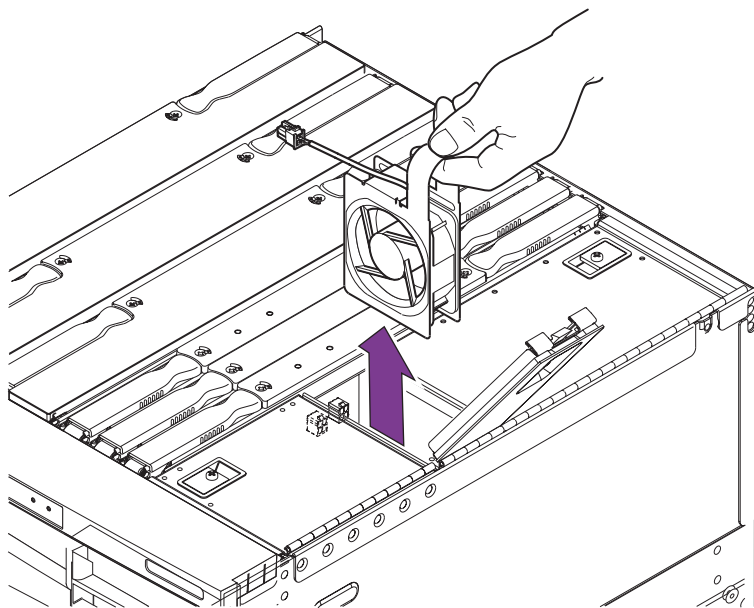

図 6-11 IB_SSC ファンの取り外し
6. システムの右側から、金属製のループを使用してファンを持ち上げ、シャーシから取り出します (図 6-11)。